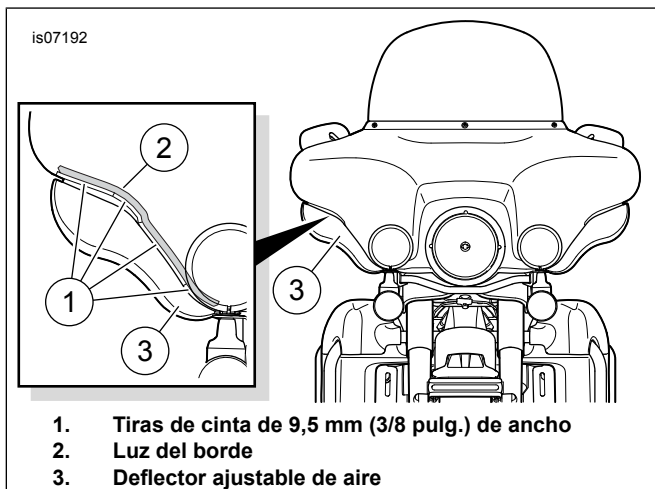

Figura 1. Luces del borde del fuselaje, área de instalación
1. Vea Figura 1. Antes de instalarlas, pruebe el ajuste de las luces del borde (2) en el fuselaje exterior. No quite el revestimiento hasta que esté listo para aplicar las tiras de luz.